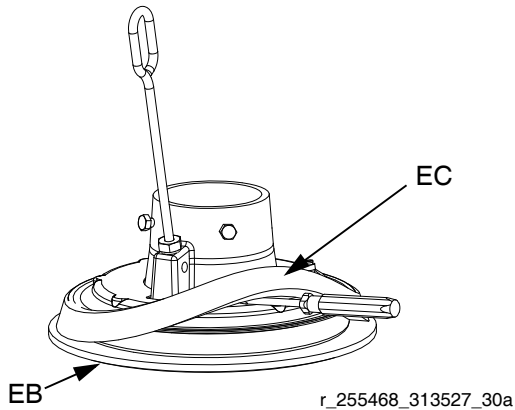

図 17: スライディングスペーサー
3. 手で、スペーサー (EC) を持ち上げてプレートから離し、フランジおよび下端のワイパー (EB) をくぐらせて引き下ろします。図 17。
4. スペーサー (EC) は、他の用途にも必要なので保存してください。
2. スペーサー (EC) の直径の大きい側が下を向いていることを確認します。スペーサー (EC) を、完全にプラテンのフランジの上になるように手でプラテンの上に上げます。図 17。